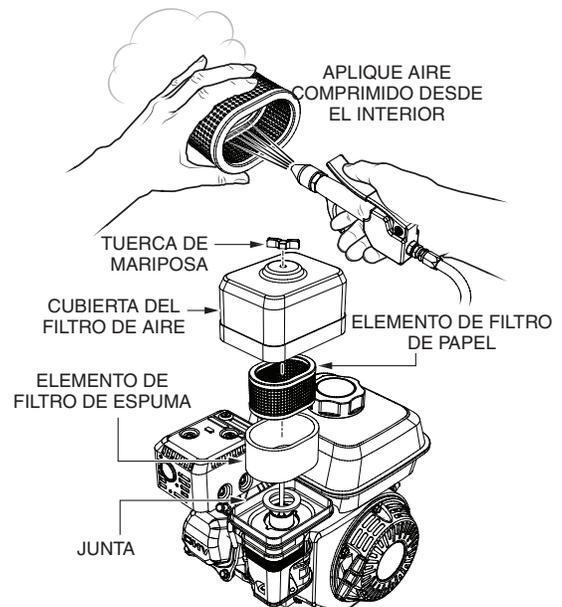

Figura 28. Filtro de aire del motor
1. Quite la cubierta del filtro de aire y el elemento de espuma como se muestra en la Figura 28.
2. Golpee el elemento de papel (consulte la Figura 28) varias veces sobre una superficie dura para eliminar la suciedad o aplique aire comprimido que no supere 30 psi (207 kPa, 2,1 kgf/cm²) a través del elemento desde el lado de la caja. **NUNCA** cepille la suciedad. El cepillado empujará la suciedad hacia las fibras. Reemplace el elemento de papel si está excesivamente sucio.